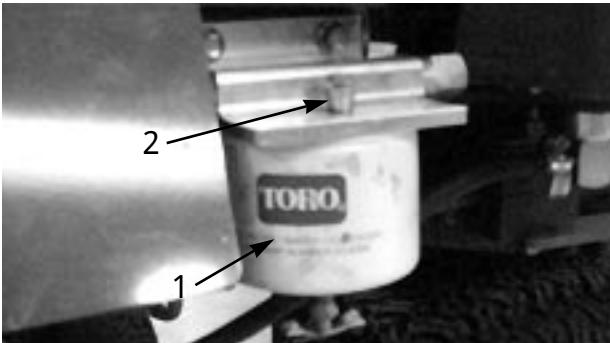

図 35
2. 燃料フィルタ/水セパレータについているエア抜きネジをゆるめる(図35)